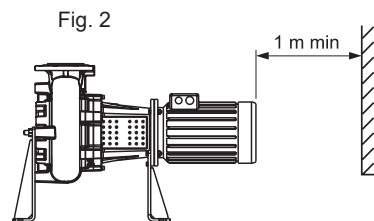

Fig. 2
- 2 - Electrobomba ubicada con eje rotor horizontal sobre respectivos soportes y boca de impulsión dirigida hacia arriba (fig. 2).